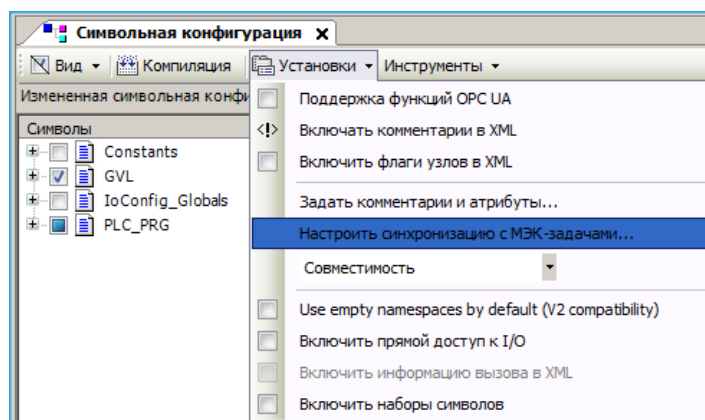

Рисунок 16 - Настройка синхронизации
- Для приложений, включающих объект символьной конфигурации, поддержку синхронизации можно, дополнительно к первому способу, включить через свойства самой символьной конфигурации. Для этого после двойного клика на объекте символьной конфигурации в открывшейся вкладке нужно выбрать в меню **Установки** ⇒ **Настроить синхронизацию с МЭК-задачами...** (Рисунок 16).